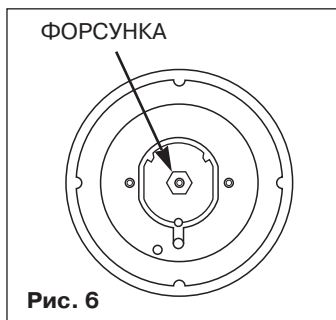

Рис. 6
- вставить торцевой ключ (7 мм) в основание конфорки (рис. 6),